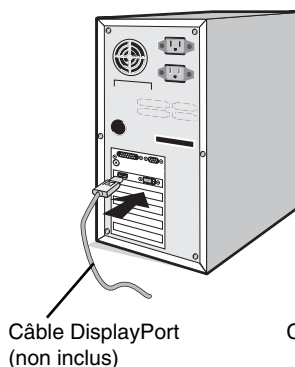

Figure A.1
2. **Pour un PC avec une sortie DisplayPort** : branchez le câble DisplayPort au connecteur de la carte graphique de votre système (**Figure A.1**).